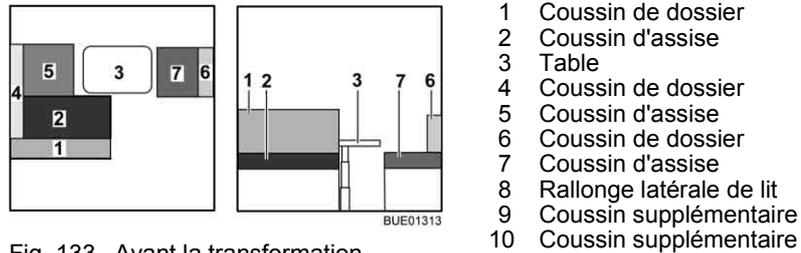

Fig. 133 Avant la transformation
- Convertir la table (Fig. 133,3) en sommier de lit (voir paragraphe 6.10).
- Retirer les coussins de dossier (Fig. 133,1, 4 et 6) et les placer de côté.